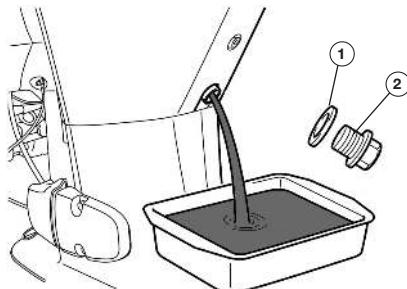

Рис. 49 Слив моторного масла
4. Открутите пробку для слива масла, затем открутите крышку маслозаливной горловины и дайте маслу полностью стечь (Рис. 49).